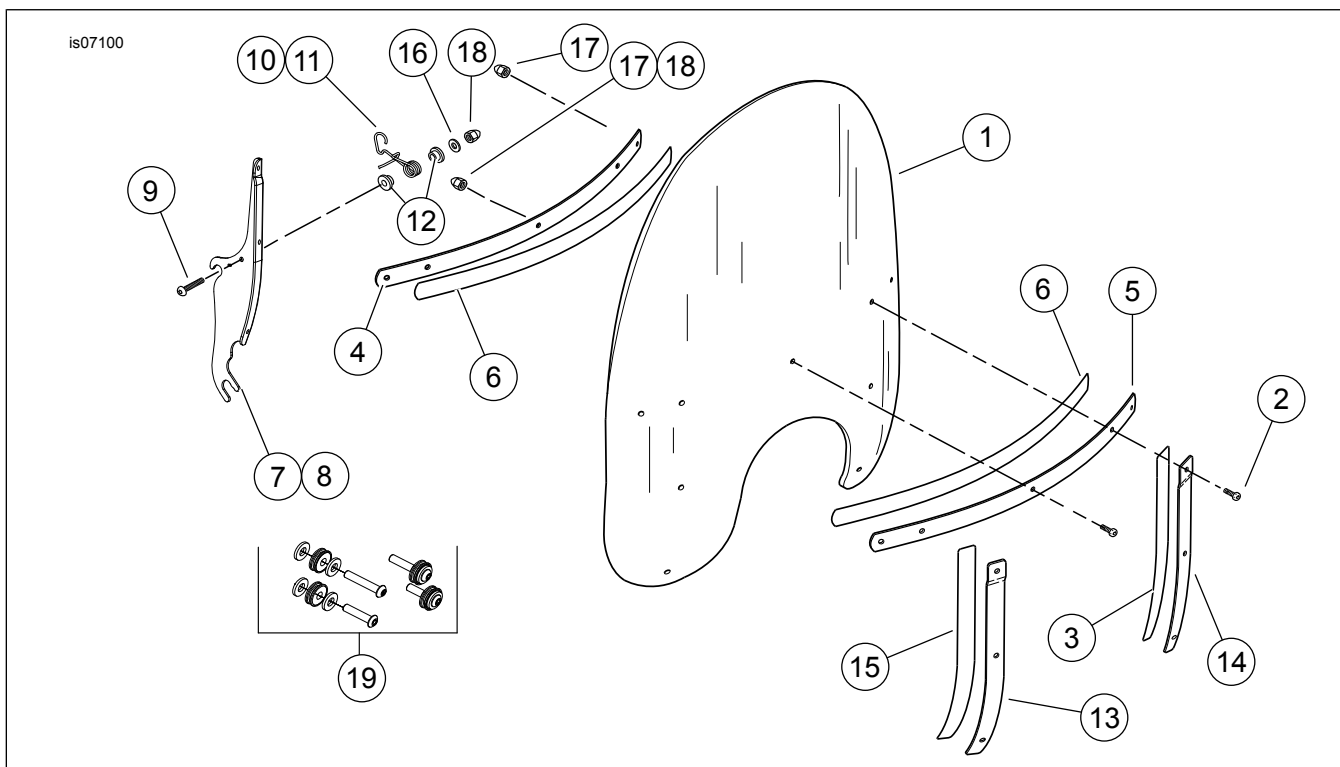
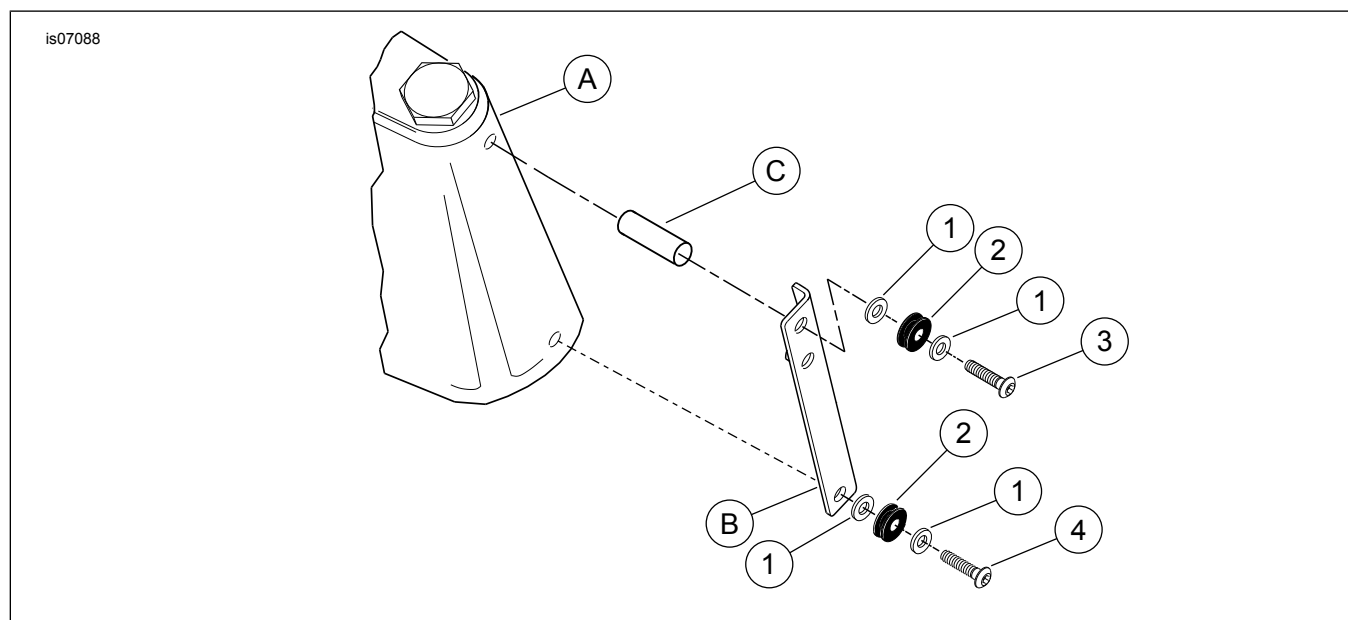

Figura 1. Peças de reposição: Kits do para-brisa
Figura 2. Peças de reposição: Kit de ferragem
Veja Figura 1 e Tabela 1, Figura 2 e Tabela 2.
2. Figura 2 e Tabela 2. Remova e descarte o parafuso (4) e a arruela (1) do suporte do farol de ultrapassagem/neblina inferior original.
3. Coloque uma nova arruela lisa (1), a bucha (2) e a arruela lista (1) em um parafuso (4) de 1-3/8 de pol. de comprimento do kit. Rosqueie o parafuso através do furo inferior no suporte do farol de ultrapassagem/neblina e da tampa decorativa do garfo e no prendedor triplo. Aperte.